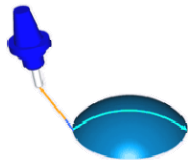

图 2-278 快速走刀距离进刀方式
- **【快速走刀距离进刀方式】:** 在已设置的快速安全区域最高点开始进刀，如图 2-278 所示。快速安全区域可单击窗口下部“安全距离”按钮进行设置。